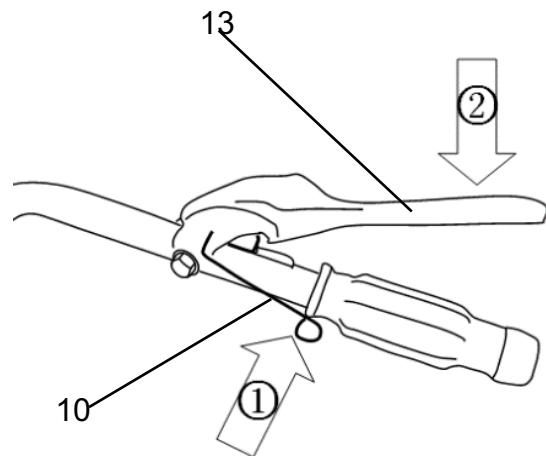

Bild 15
Der Kupplungshebel ist so konstruiert, dass für den Betrieb 2 separate Bedienelemente betätigt werden müssen: Drücken Sie auf die Griffssicherung (10) und drücken Sie den Hebel nach unten (13) (Bild 15).
Zum Anhalten des Gerätes den Hebel wieder loslassen. (Bild 15).